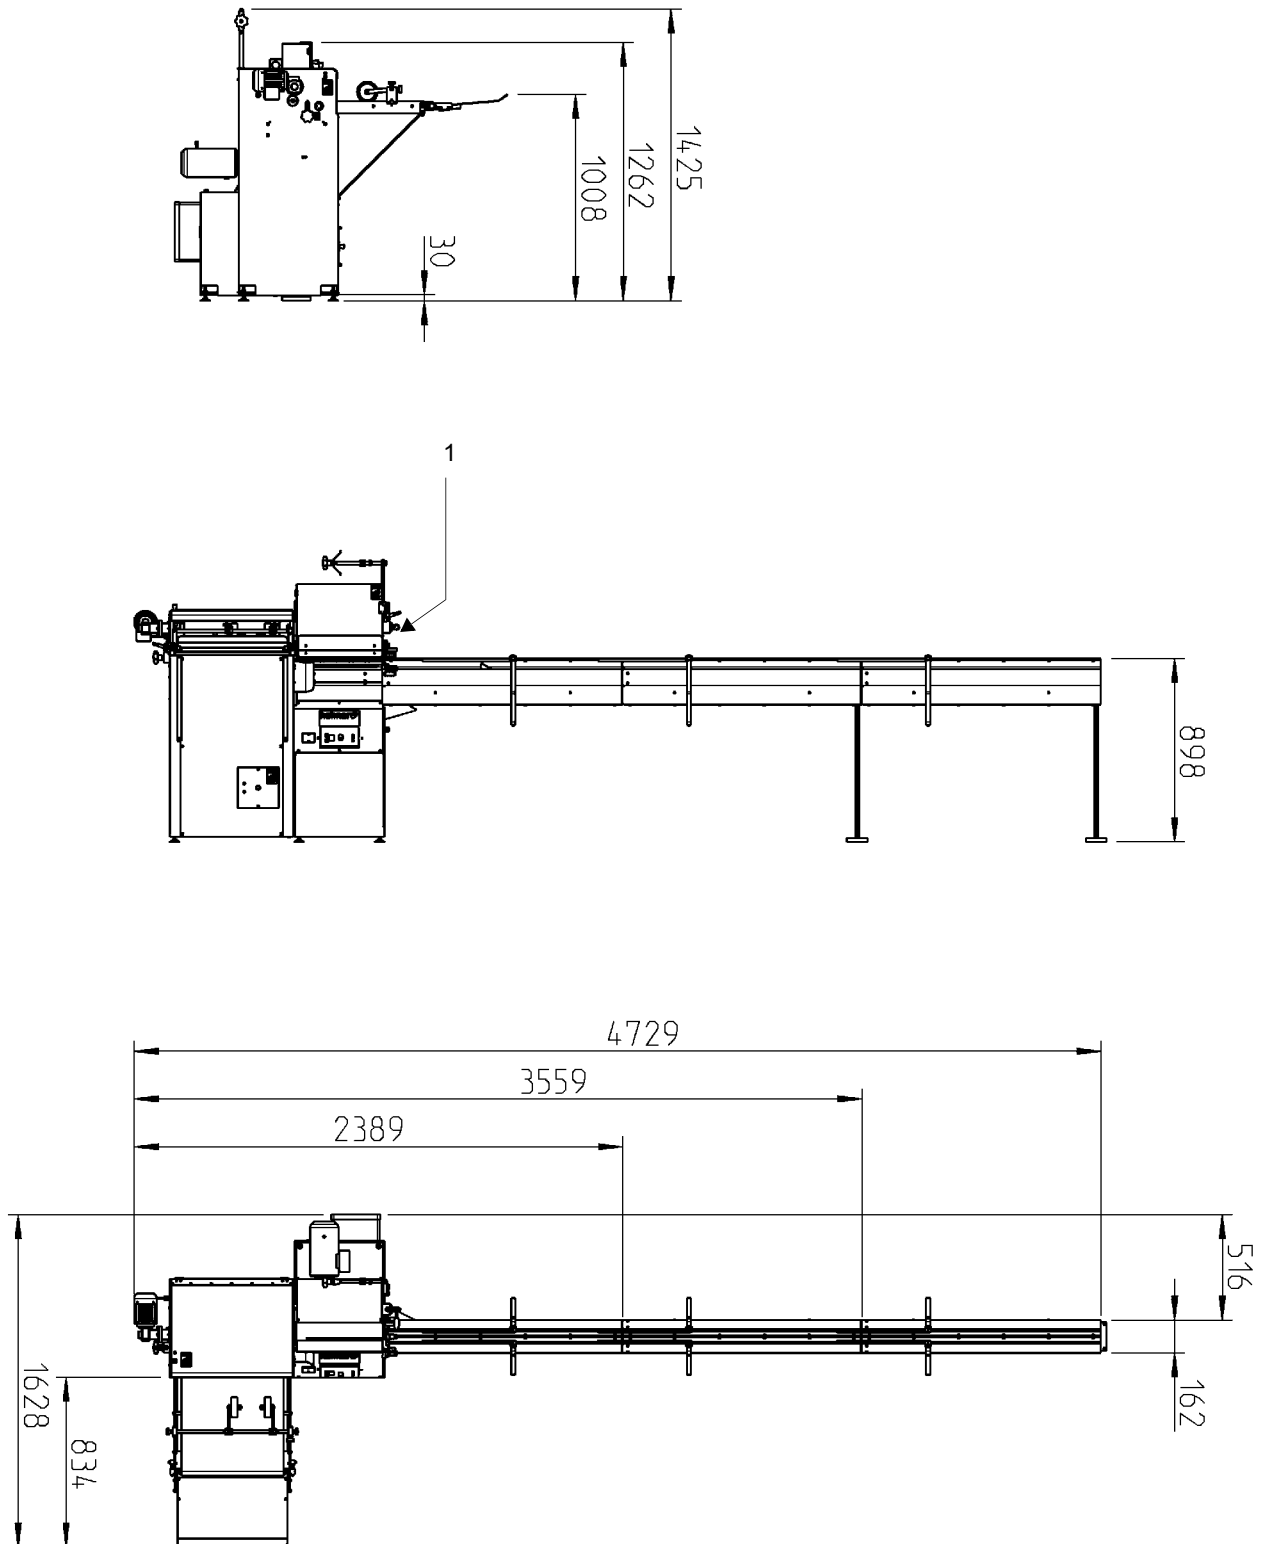

Abb. 2.4
- Abb. 2.4 -
Das Typenschild sowie die CE- Kennzeichnung befinden sich Unterhalb des Hauptschalters - Abb. 2.4 -, Pos. 1.